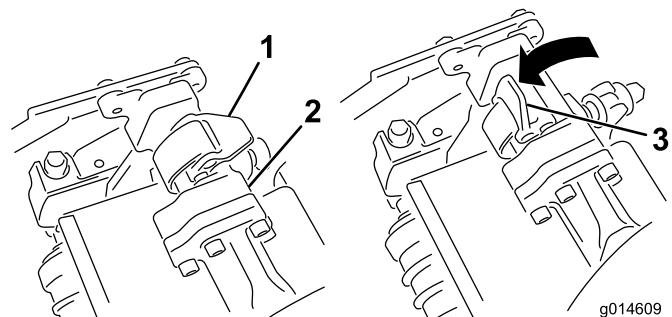
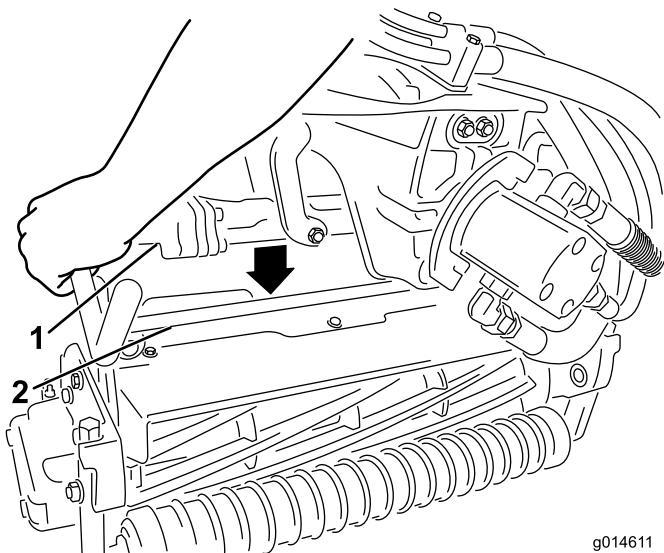

Figura 33
Figura 34
4. Con los enganches del brazo de suspensión orientados hacia arriba (es decir, abiertos) (Figura 33), empuje hacia abajo el brazo de suspensión de modo que la barra encaje en la barra situada en la parte superior de la unidad de corte (Figura 34).
5. Presione los enganches hacia abajo alrededor de la barra de la unidad de corte y bloquéelas (Figura 33).
- Abra los enganches de la barra del brazo de suspensión de la unidad de corte que está retirando (Figura 33).